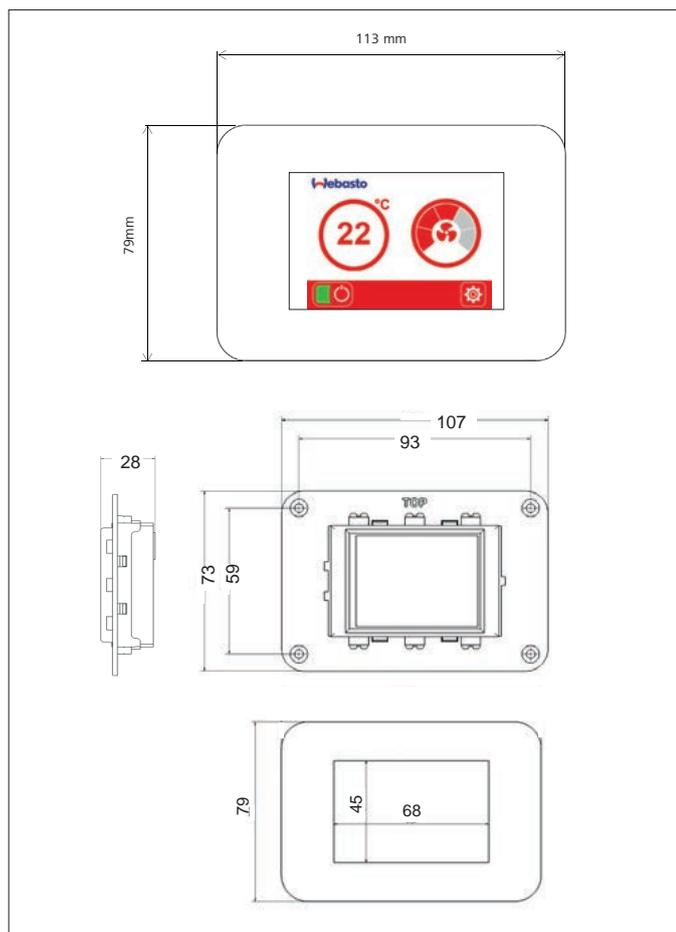

Рис. 14 Монтаж BlueCool MyTouch
- ▶ Сделайте вырез под пульт управления на месте монтажа. Размеры выреза см. на Рис. 14.